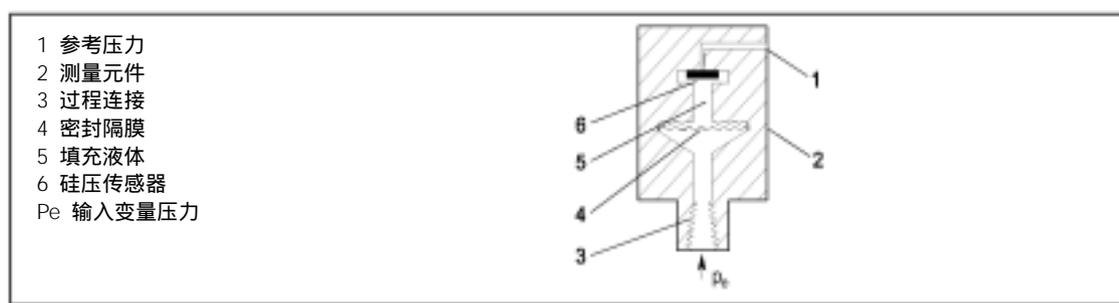

图 6 压力测量元件, 功能图
通过测量元件 (2) 的过程连接 (3, 图 6, 第 18 页) 来反馈压力  $P_e$ 。它通过隔膜密封件和填充液体, 传递到硅压传感器, 使其测量膜片弯曲。因此测量膜片中电桥的四个 piezo 电阻器的电阻值发生改变。电阻值变化所产生的电桥输出电压与输入压力成正比。